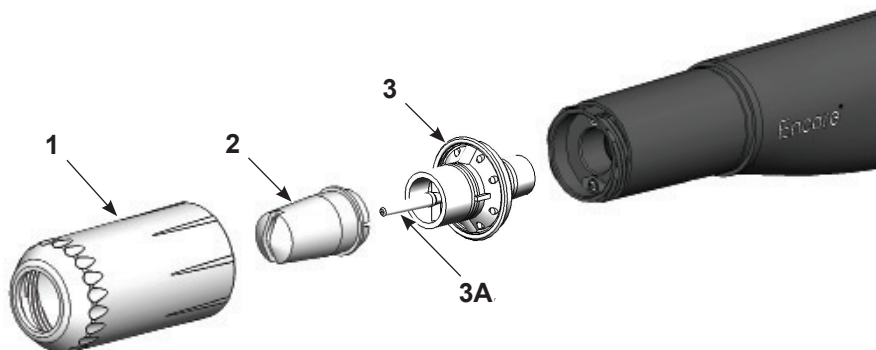

Figura 4-1 Extracción e instalación de la boquilla de aplicación plana
1. Ver la Figura 4-1. Desenroscar la tuerca de boquilla (1) en sentido antihorario.
2. Retirar la boquilla de aplicación plana (2) del conjunto de electrodo (3).